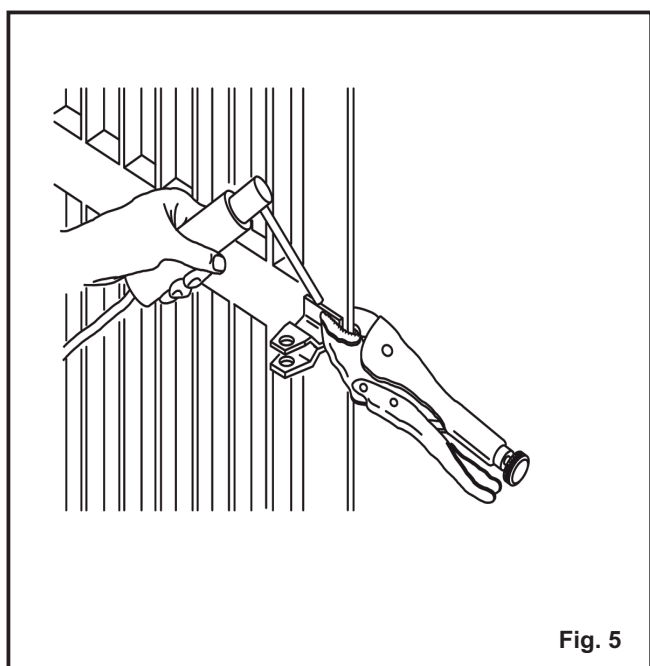

Fig. 5
M) Staccare momentaneamente l'attuatore dall'attacco e saldare definitivamente l'attacco anteriore sull'anta (fig. 5);